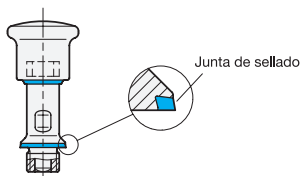

imagen 1
- El posicionador de muelle solo puede utilizarse en combinación con la junta de sellado facilitada. La junta tiene forma cónica y por lo tanto debe comprobarse que se coloca en la posición correcta (imagen 1).
- La posición de montaje que puede verse en la imagen 1 garantiza la eliminación automática de los líquidos.